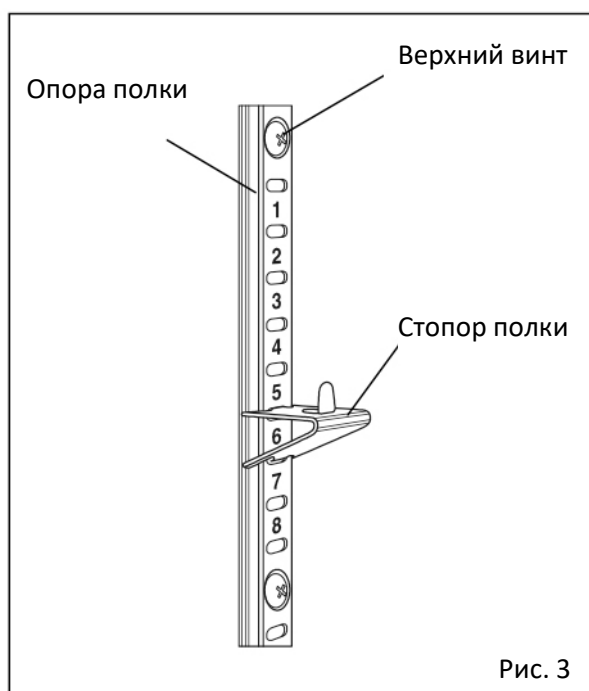

Рис. 3
- 1) Шестое отверстие под первым винтом сверху (верхним винтом) – Рис. 3.